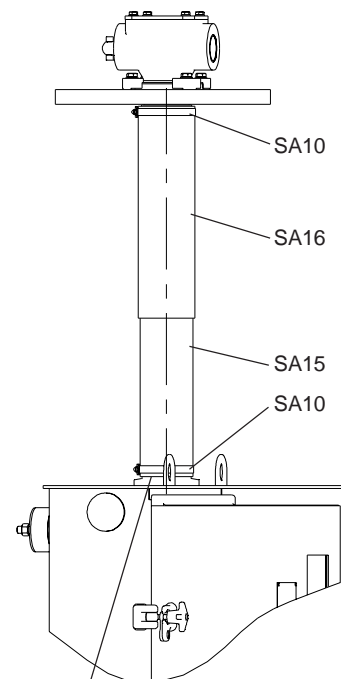

Fig. 46c.
3. À l'aide d'un collier de serrage, monter le tube protecteur SA16 le plus large sur l'engrenage conique et le tube SA15 sur la bride du mécanisme d'entraînement motorisé (voir fig. 46c). Laisser un jeu d'environ 3 mm au niveau de la bride (voir fig. 46e) pour permettre le drainage de l'eau.